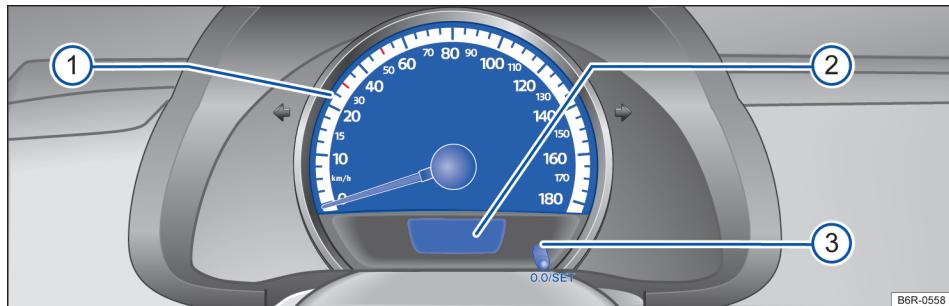
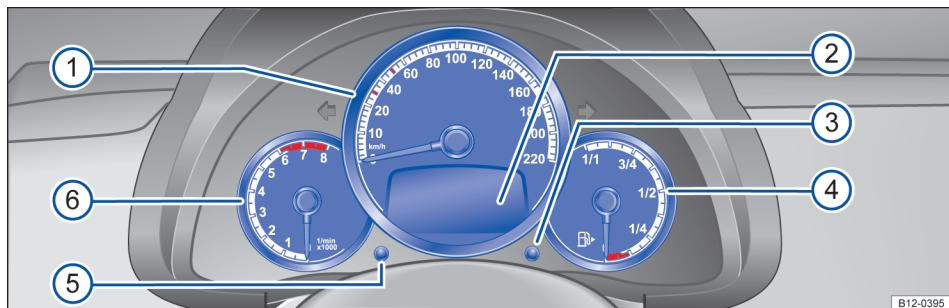

Fig. 10 Instrumento combinado no painel de instrumentos: variante 1.
Fig. 11 Instrumento combinado no painel de instrumentos: variante 2.
Alguns controles e funções aqui representados pertencem a determinados modelos e versões ou são opcionais → Fig. 11.
Significado dos instrumentos → Fig. 10 ou → Fig. 11:
- ① **Velocímetro** (indicador de velocidade).
- ② **Indicadores do display** → Página 18.
- ③ **Botão para zerar o hodômetro parcial (trip) com ignição ligada e motor desligado.**
- Pressionar o botão **0.0/SET** por **aproximadamente 3 segundos** para zerar o hodômetro parcial e, se necessário, outros indicadores do indicador multifunções → Fig. 10.
- ④ **Botão para reinicializar o indicador do intervalo de serviço** → Página 25.
- ⑤ **Botão de ajuste do relógio ou para alternar entre o indicador da temperatura do líquido de arrefecimento do motor e o relógio** → Fig. 10.
- Alterar visualização relógio / temperatura do líquido de arrefecimento do motor: Ignição ligada. Manter pressionado **0.0/SET** (3), a indicação presente começa a piscar. Acionar brevemente o botão **0.0/SET** (3) para comutação entre a visualização do relógio ou temperatura do líquido de arrefecimento do motor.
(4) Indicador do nível de combustível → Página 23.
(5) Botão de ajuste do relógio.
- Com a ignição ligada¹⁾, para ajustar o relógio, se necessário, alterar para o indicador do relógio, pressionar a chave → Página 26 ② para cima ou para baixo ou pressionar o botão de ajuste → Fig. 11 ⑤.
(6) Tacômetro (conta-giros) (rotações x 1000 por minuto do motor em funcionamento).